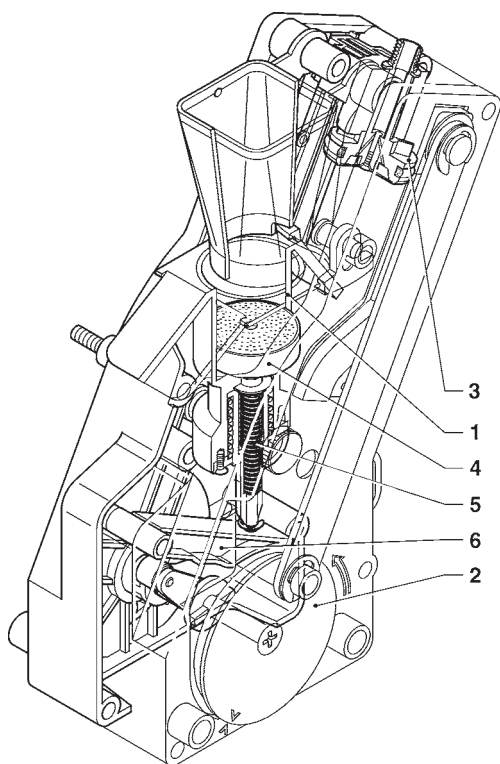

Fig. 15
Pedindo uma seleção de café, durante o funcionamento do moinho, o grupo roda de 180° de modo a levar a câmara de infusão na posição vertical (ver a Fig. 15).
O café cai na câmara de infusão (1) disposta verticalmente (ver a Fig. 15).